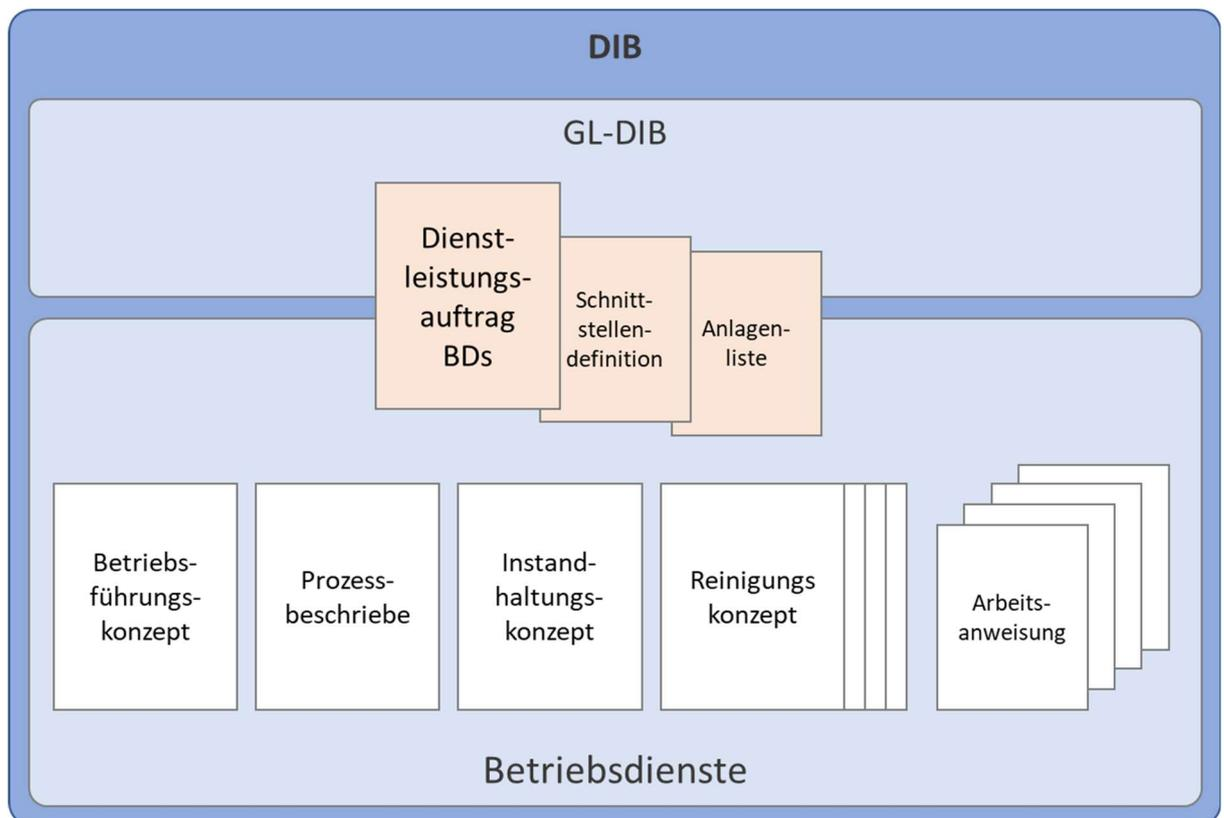

Abbildung 1: Dokumentenlandschaft Dienstleistung
Abbildung 1 (Seite 7) ordnet den Dienstleistungsauftrag in die Dokumentenlandschaft der Betriebsdienste ein. Der Dienstleistungsauftrag definiert die vom Betriebsdienst zu erbringenden Leistungen. Er wird ergänzt durch die *Schnittstellendefinition: Betriebsdienst (BD) – Nutzer* (siehe Anhang), in der schematisch die Grenzen des Grundausbaus dargestellt werden und in einer generischen Anlagenliste die Verantwortlichkeiten der Anlagen des Grund- und Nutzerausbaus sowie Einrichtungen zugeordnet sind. Das Betriebsführungskonzept beschreibt die strategischen und operativen Aufgaben (WAS) sowie die Organisation des Betriebs (WER) und die grundsätzliche Erbringung der vereinbarten Dienstleistungen. Ergänzt wird das Betriebsführungskonzept durch Konzepte der jeweiligen Aufgabenbereiche (z. B. Instandhaltung, Reinigung etc.) sowie anlagen-, gebäude- oder nutzungsspezifische Arbeitsanweisungen (WIE).